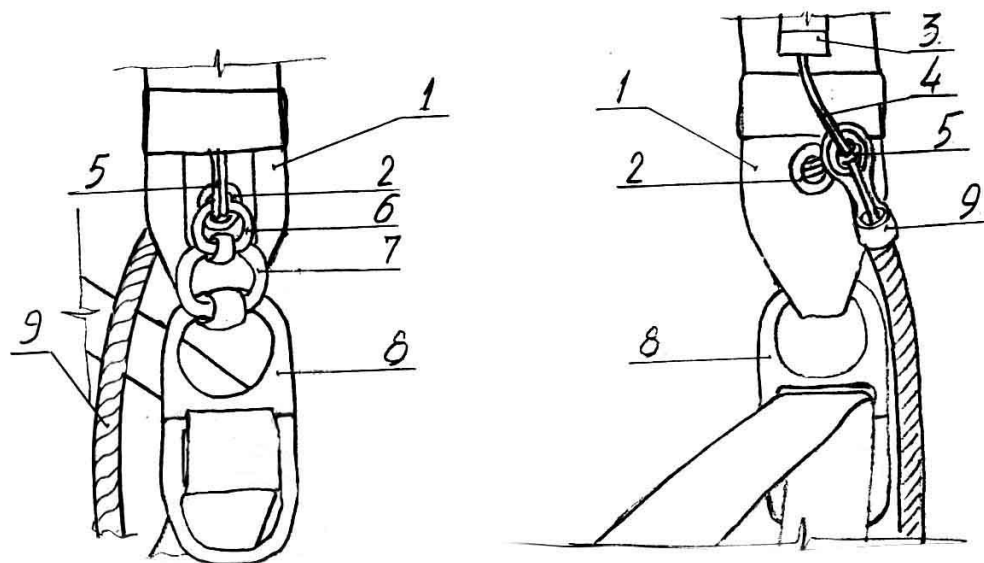

Рис. 43. Присоединение свободных концов к подвесной системе:
3.4.4. Положить ранец с подвесной системой так, чтобы ранец лежал сверху. Соединить левый свободный конец с левой пряжкой КЗУ (рис. 43):